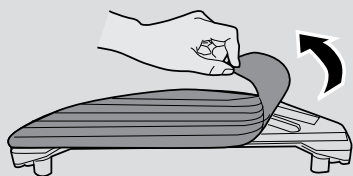

Fig. 13
1. Ta bort mopptrasan från vattentankens underdel. [Fig. 13]